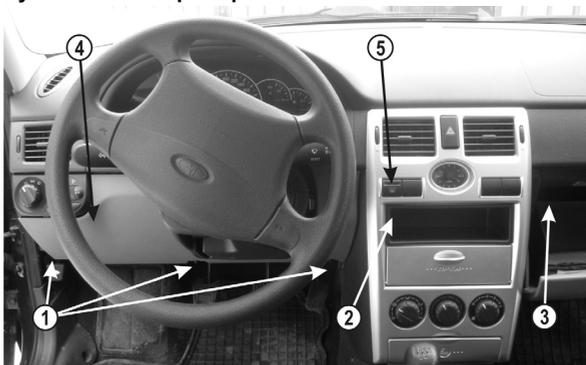

Рис.1 Вид на панель приборов.
ВНИМАНИЕ! Перед установкой тщательно изучите данную схему (см. **Рис.1**).
4.1 Поверните на 90° три замка (поз.1, **рис.1**)
крышки блока предохранителей, снимите крышку (поз.4, **рис.1**) блока предохранителей.
4.2 Извлеките контейнер (поз.2, **рис.1**) или выньте автомагнитоу, отсоединив колодки.
4.3 Извлеките кнопку (поз.5, **рис.1**) выключателя обогрева заднего стекла.